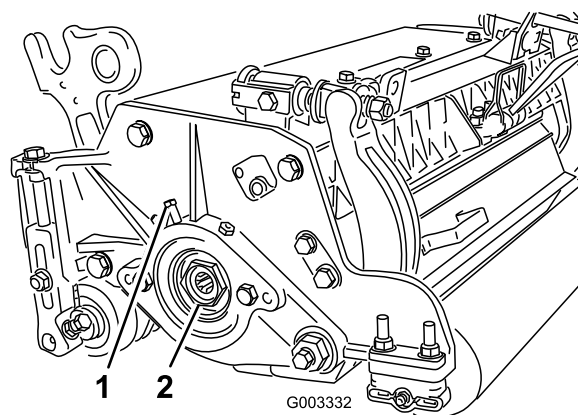

Figura 27
- A. Allentate la vite di fermo esterna che fissa il dado di regolazione del cuscinetto all'alloggiamento del cuscinetto situato sul lato sinistro dell'apparato di taglio (Figura 27).